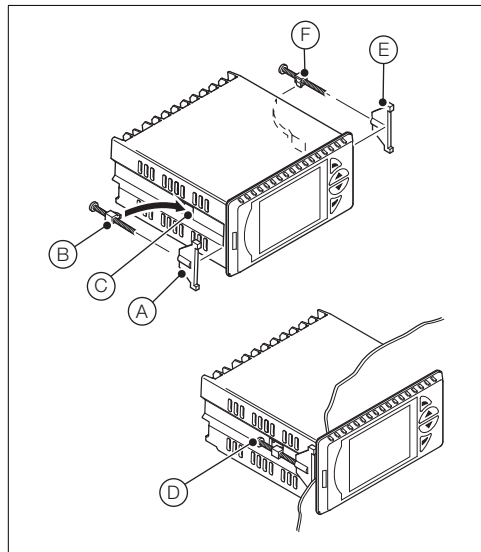

Abb. 4.8 Montage
3. Erläuterungen zu Abb. 4.8:
- a. Setzen Sie die obere Spannklemmer (A) oben an der Vorderseite des Gehäuses an der Tafel an.
- b. Setzen Sie den Spannklemmeranker (B) in den Schlitz (C) ein.
- c. Ziehen Sie die Spannklemmerankerschraube (D) an, bis die Spannklemmer (A) fest an der Tafel sitzt.
- d. Wiederholen Sie die Schritte 3 bis 5, um die untere Spannklemmer (E) und den Spannklemmeranker (F) anzubringen.